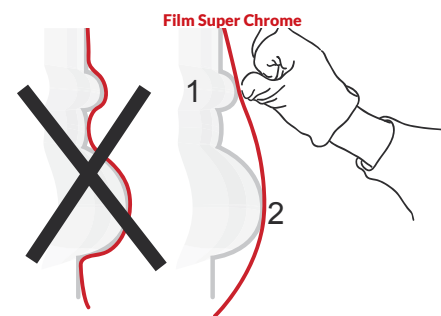

Figure 09
- › Tendre le film sur le support de façon à ce que ce dernier touche les parties en relief. (FIG. 09) ① et ②